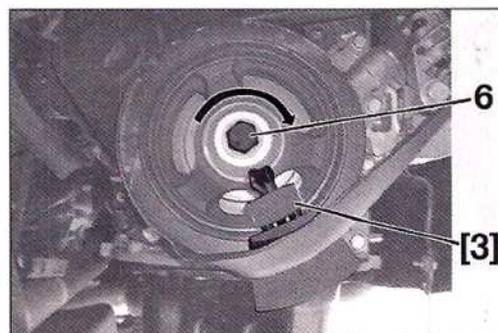

FIG. 19
- Por medio del tornillo (6), girar en el sentido horario la polea de cigüeñal (Fig.19).